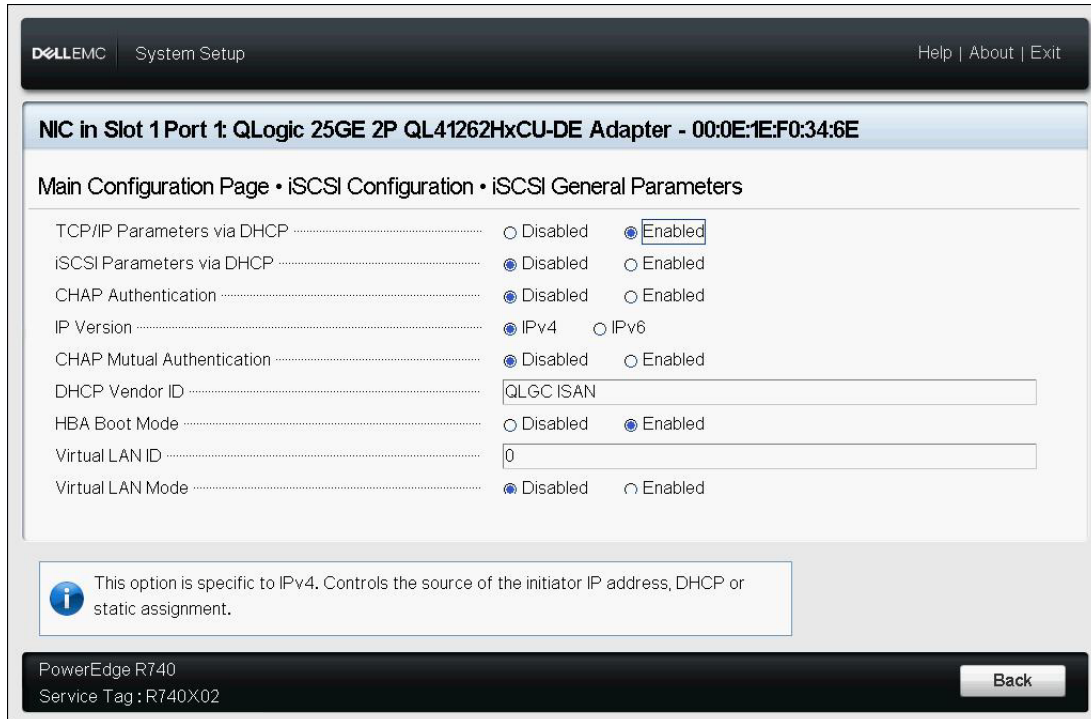

Figure 5-11. Paramètres généraux iSCSI
- Paramètres généraux iSCSI** (Figure 5-11 à la page 56)